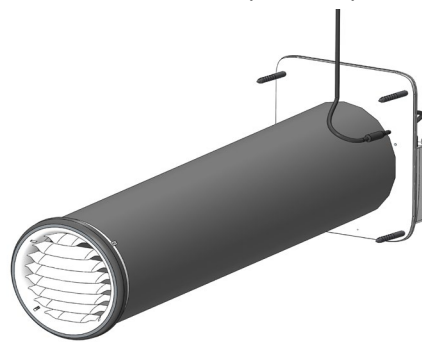

Рис. 13
- Расположите кабель с муфтой в канале между теплоизоляцией и стеной (Рис. 13)